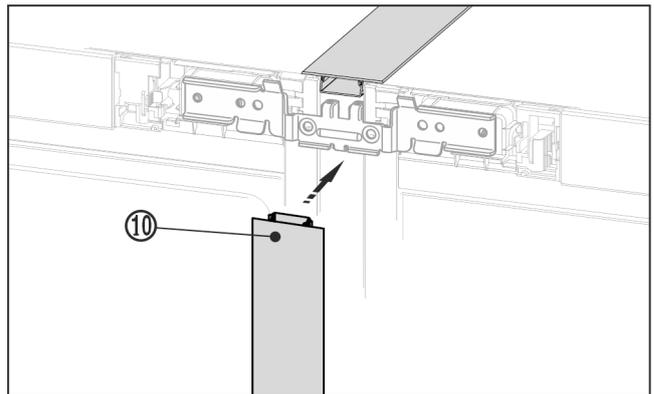

Fig. 26
- ▶ 在设备正面将长护板条 Fig. 26 (10) 压入垂直缝隙中。注意，护板条位于连接板上。